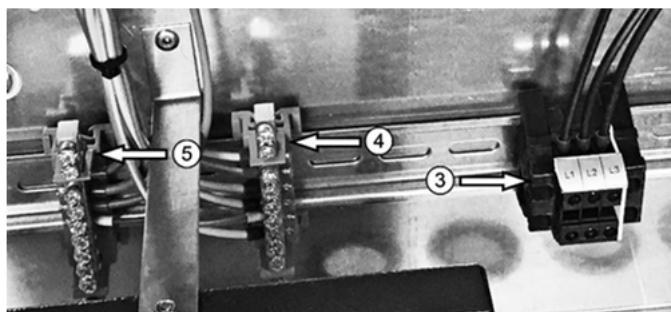

Abb. 21: Klemmleisten X1.1 (3), Schutzleiter PE (grün) (4) und Null-Leiter N (blau) (5)
- Schließen Sie den Schutzleiter der Heizkreispumpe an die Klemmleiste PE an (s. Abb. 21).
- Schließen Sie das Netzkabel für die Außeneinheit gem. Abb. 21 an die Klemme L1 der Klemmleiste X1.1 (3) an sowie bei ecoWP 10Xe +15Xe zusätzlich an L2 und L3.
- Schließen Sie den Schutzleiter PE sowie den Null-Leiter N des Netzkabels für die Außeneinheit gem. Abb. 21 an die Klemmleisten Schutzleiter (grün) (4) und Null-Leiter (blau) (5) an